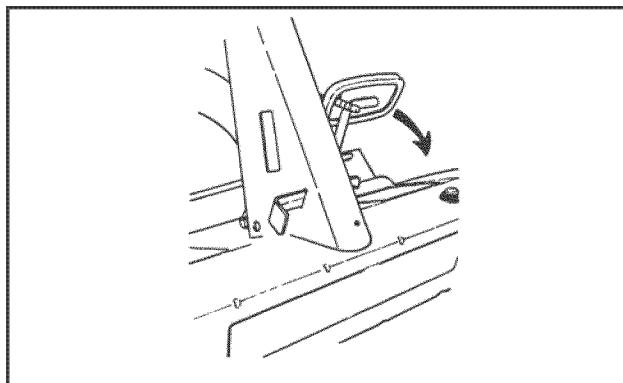

FIGURA 6
3. Presione el pedal de embrague/freno (Figura 6) completamente hasta el fondo y manténgalo presionado mientras arranca el motor.